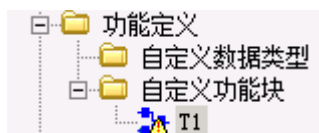

图 7-2 添加自定义功能块
2. 添加自定义功能块后，在左侧树节点“自定义功能块”下将出现如图 7-2 所示功能块信息。